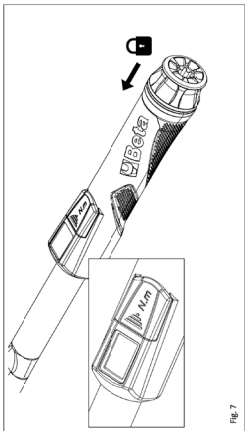

Fig. 7
- Dopo qualche secondo il display automaticamente si spegne (fig. 7).
- After a few seconds the display will be automatically turned off (fig. 7).